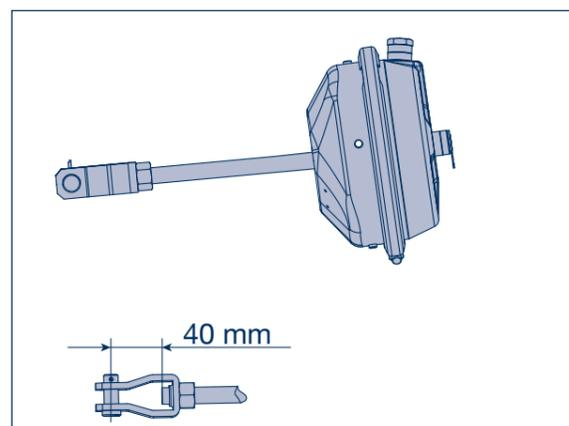

Bild 130
- [2] Vorgeschriebene Druckstangenlänge zum Zylinderboden einstellen (Freiraum min. 40 mm einhalten, siehe Bild 130.). Gabelkopf mit Kontermutter zunächst von Hand sichern.